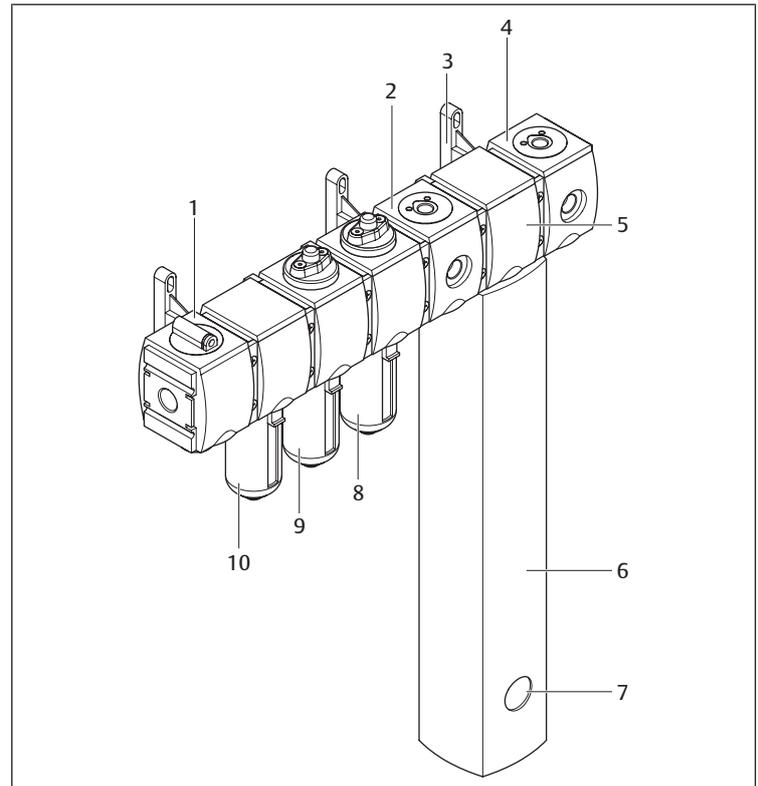

Fig. 1: Montaje y conexión del secador de membrana
- La abertura del aire de barrido (véase → Fig. 1 (7)) no debe cerrarse.